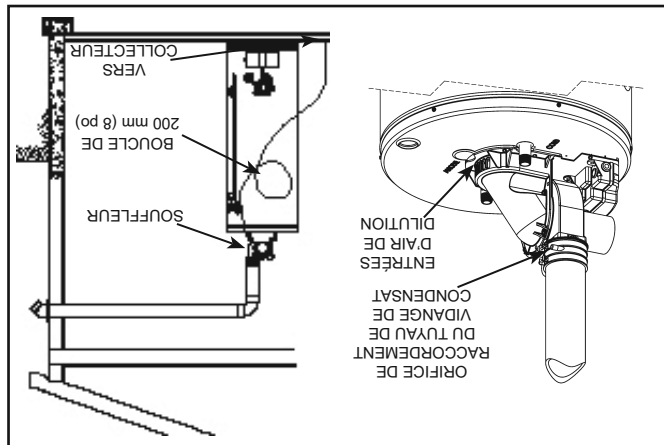

Figure 29.
La condensation ne se produit pas dans toutes les installations de chauffe-eau à évacuation mécanique, mais elle doit être vidangée sur les installations dans le système d'évacuation. La condensation dans le système d'évacuation dépend des conditions d'installation, notamment de la température et l'humidité ambiantes du lieu d'installation, de la température et l'humidité ambiantes de l'espace d'évacuation, de l'écoulement et la pente de l'évacuation et du régime d'utilisation du produit. Dans certaines conditions, les installations dans un espace non chauffé ou dont le système d'évacuation comporte de longues portions horizontales ou verticales peuvent présenter de longues portions horizontales ou verticales de conduite d'évacuation. La condensation se produit de la condensation, le tuyau d'évacuation doit être incliné vers le haut à partir du souffleur et un moyen adapté d'écoulement et d'élimination du condensat doivent être prévu par l'installateur. Si les conditions d'installation sont telles qu'il se produit de la condensation, installer une boucle de purge de condensat d'environ 200 mm (8 po) de diamètre en tuyau souple en plastique de 3/8 po. Raccorder le tuyau souple à l'orifice de vidange sur le manchon en caoutchouc du souffleur (voir Figure 29). Faire une boucle verticale avec le tuyau comme sur l'illustration. La boucle du tuyau doit être remplie d'eau au moins à moitié avant de faire fonctionner le chauffe-eau. S'assurer que l'extrémité du tuyau débouche sur un collecteur de vidange car le condensat s'écoule de son extrémité. Attacher le tuyau sur le côté du chauffe-eau. Avant de faire fonctionner le chauffe-eau, s'assurer que le capuchon amovible est en place sur l'orifice de vidange (si un tuyau de vidange n'est pas nécessaire).
Cet appareil de chauffage utilise l'air ambiant pour abaisser la température des gaz de combustion avant de les refouler par le système d'évacuation. Les entrées d'air de dilution se trouvent sur l'arrière du souffleur (voir Figure 2 et Figure 29).
1. Ce chauffe-eau à évacuation mécanique est fourni avec un souffleur déjà installé (voir Figure 29).